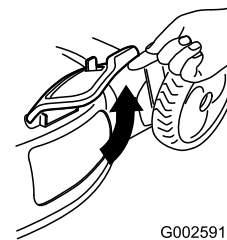

Figura 29
2. Levante la puerta de descarga lateral (Figura 29).